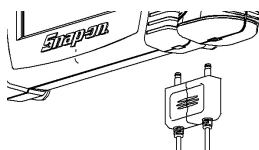

図3: BK8000の充電
1. 表示ユニットとイメージャハンドルをネストし、図3に示すような電源ケーブルを挿入します。